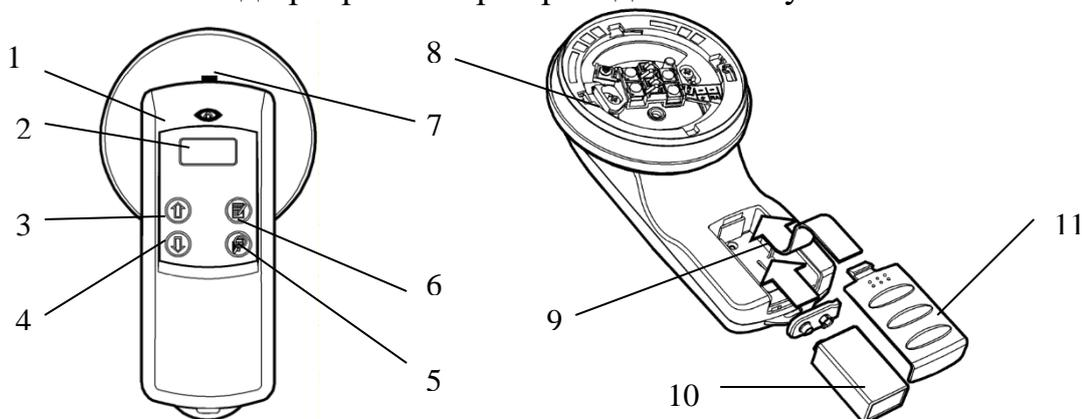

Рисунок 1.1
2.1.5 Устройства, не предназначенные для установки в базу (например, СПК-ДЛ, СПК-ИПР, СПК-ЗО и т.п.), подключаются к разъему 7 (см. Рисунок 1.1) при помощи входящего в комплект принадлежностей программатора кабеля для подключения адресно-аналоговых устройств. Провод от красной клеммы программатора должен подключаться к клемме СЛ+(IN или OUT) устройства, а от черной – к СЛ- (IN или OUT) устройства.
2.2.2 Для чтения адреса устройства необходимо нажать кнопку "Чтение адреса" (5 Рисунок 1.1). На дисплее программатора появится надпись "АДРЕС
а) с помощью кнопок выбора адреса (3 и 4 Рисунок 1.1) установить адрес ХХХ, где ХХХ – число от 1 до 240, соответствующее записываемому адресу устройства (проконтролировать на дисплее программатора наличие надписи "АДРЕС ХХХ ГОТОВ").